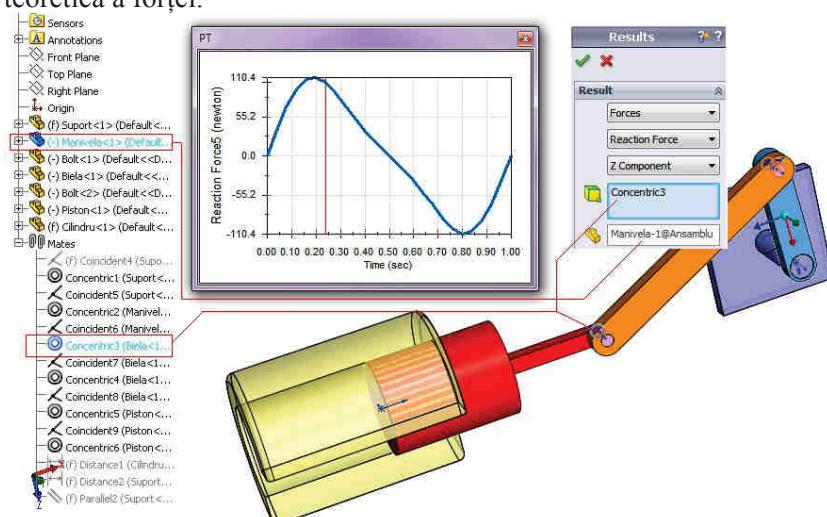

Fig. 17.50
- Click **Results and Plots**  pentru a afișa variația forței  $P_T$  ca funcție de timp, fig. 17.50, definită prin opțiunile:
- Click **Results and Plots**  to view the force curve  $P_T$  as a function of time, fig. 17.50, defined by: